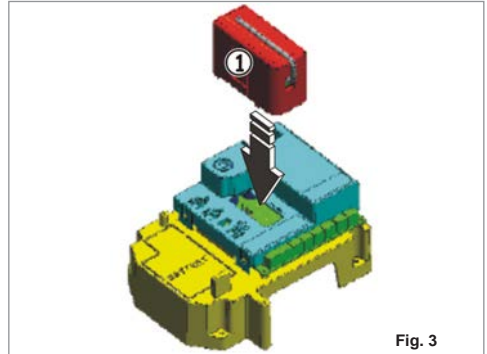

Fig. 3
De apparatuur is voorzien van een geïntegreerd decoderingssysteem met twee kanalen. Met dit systeem kan, door middel van een aanvullende ontvangstmodule (Fig. 3 ref. ①) en afstandsbedieningen met dezelfde frequentie, zowel de volledige opening (OPEN A) als de gedeeltelijke opening (OPEN B) van het automatische systeem in het geheugen worden opgeslagen.